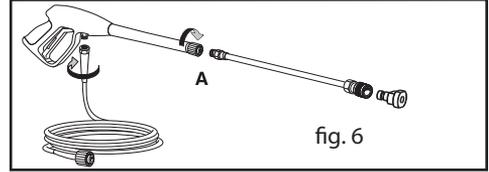

fig. 6
2. Yüksek basınç hortumunu tüfeğe bağlayın. İsteğe göre namlu seçin ve yay gergili yatağa döndürerek kilitleyin (fig.6). Lans ve Nozül (fig.2A).